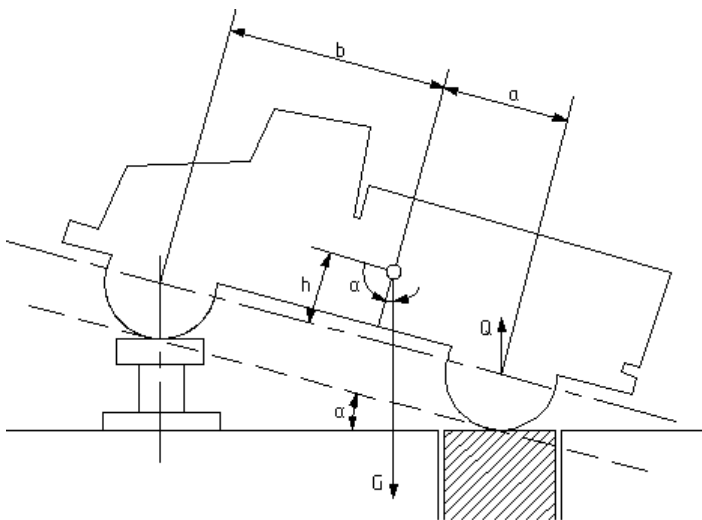

Рис. 2. Определение координат центра тяжести автомобиля.
35. Определить высоту центра тяжести автомобиля по следующим данным: вес, приходящийся на задние колеса, $G_2=2000$ кг; расстояние от центра тяжести до передней оси $b=2$ м; рабочий радиус колеса $r_k=0,5$ м. При взвешивании автомобиля (рис. 2) угол подъема передка был равен $\alpha=14^\circ$ и нагрузка на задние колеса при поднятом передке составляла $Q=2150$ кг.